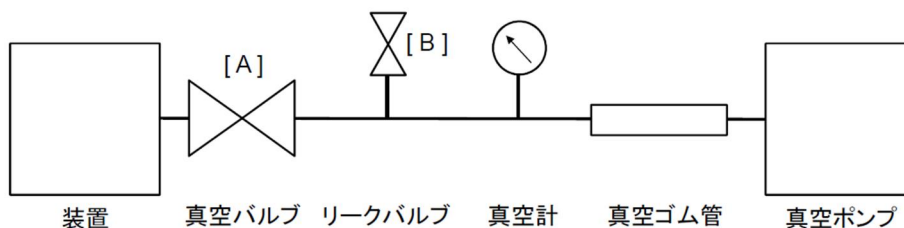

図 13 装置との接続図(PVD-180, PVD-360)
- (3) PVD-180、PVD-360 では、図 13 に示すように、装置と真空ポンプの間に真空バルブ、リークバルブおよび真空計を取付けてください。ポンプが停止したら、真空バルブ[A]を閉じて、装置を真空に保ち、リークバルブ[B]を開き、ポンプに空気を入れて、ポンプ内へのオイルの逆流を防ぎます。
- (4) 振動を取り除くために、ポンプの吸気口と真空配管の間に柔軟な接続(ゴム管または金属ベローズ)を取り付けることをお勧めします。
ポンプに真空ポンプ油が適量入っていることを確かめ、**図 13**を参照して、以下の順序で PVD-180 および PVD-360 を操作して下さい。